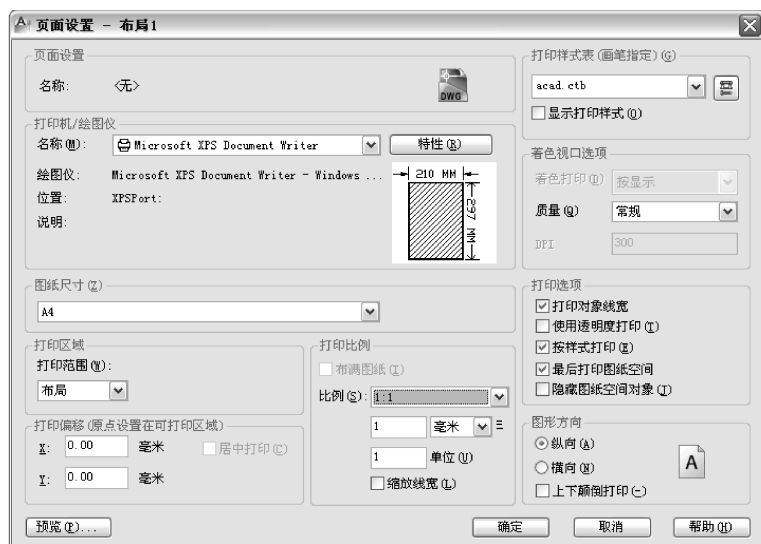
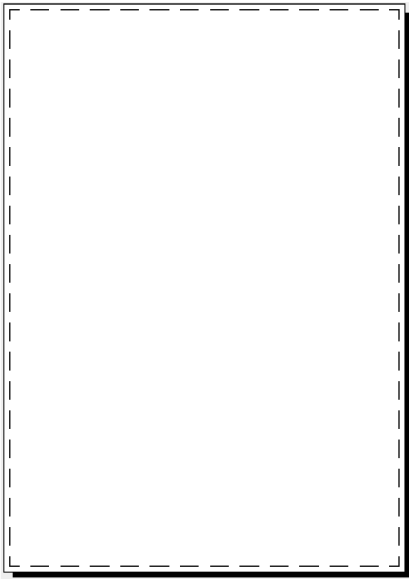

图 10-50 轴承座立体图“页面设置 - 布局 1”对话框
图 10-51 轴承座立体图设置 A4 页面
Step 3 设置 A4 页面：在“布局 1”选项卡上单击右键，弹出快捷菜单，打开“页面设置管理器”对话框。在“页面设置”选项区域的列表框中选择“布局 1”选项，单击“修改”按钮，打开“页面设置 - 布局 1”对话框。修改“页面设置 - 布局 1”对话框各参数值，如图 10-50 所示。设置打印机名称，设置“图纸尺寸”为 A4，轴承座立体图的出图比例为 1:1 时，在“比例”下拉列表中输入“1:1”。在“打印样式表”下拉列表中选择“acad.ctb”选项，“图形方向”选项区域中选中“纵向”复选框。其他参数使用默认设置。单击“确定”按钮，完成“布局 1”参数值的修改，回到“页面设置管理器”对话框，单击“关闭”按钮，回到图纸空间，如图 10-51 所示。